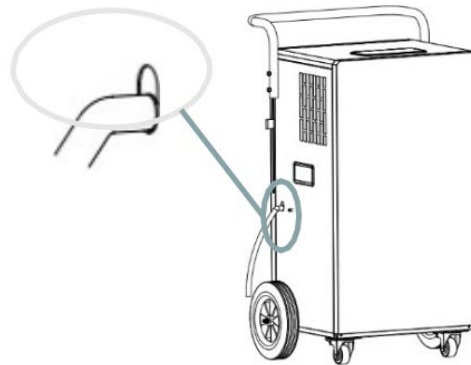

Fig. 4
3. Befestigen Sie den kurzen Ablaufschlauch (12 mm Innendurchmesser) zur Steckdose kontinuierlicher Abfluss. (Abb.4)